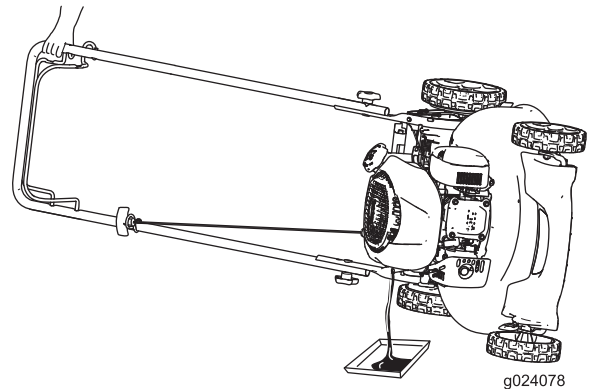

Figure 19
2. Inclinez la machine sur le côté (jauge en bas) pour vidanger l'huile usagée par le goulot de remplissage (Figure 19).